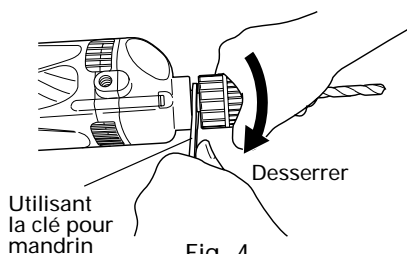

Fig. 4
- (2) Tenir fermement la bague et tourner le manchon dans le sens des aiguilles d'une montre. Serrer à fond.
- (3) Pour retirer la mèche, tenir fermement la bague et tourner le manchon dans le sens inverse des aiguilles d'une montre.
- (4) S'il est difficile de desserrer le manchon, fixer le mandrin en utilisant la clé pour mandrin, maintenir fermement le manchon et tourner dans le sens du dévissage (sens contraire des aiguilles d'une montre quand le manchon est vu de l'avant). (Fig. 4)